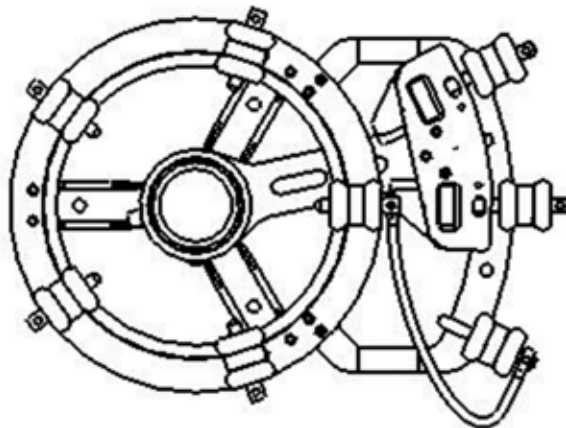

图 27
粗细调分接选择器的端子 (+)、(-) 和 (0) 和正反调分接选择器的端子相似。连接方法相同 (图 27)。